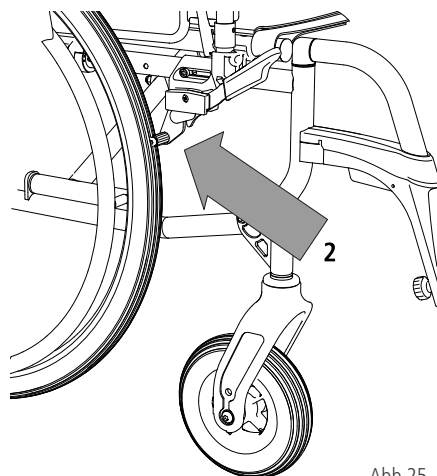

Abb.25
2. Drücken Sie den Bremshebel weiter nach vorn, bis er spürbar einrastet (2, Abb. 25).